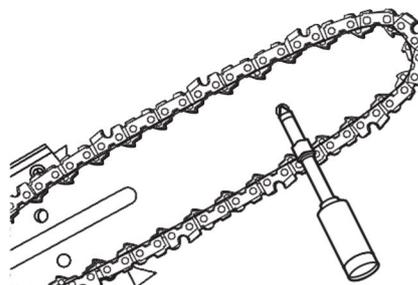

Figura 16
3. Usando um lubrificante descartável (não incluído), insira a ponta no furo de lubrificação e injete óleo até que ele apareça na borda exterior da ponta da barra. Ver Figura 16, à direita.